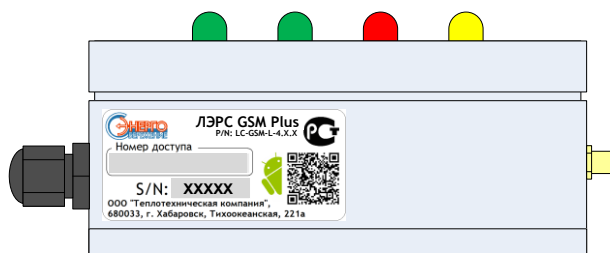

Рисунок 26. Место расположения маркировки Plus
- Plus, на боковой, правой части корпуса (см. рис. 26).